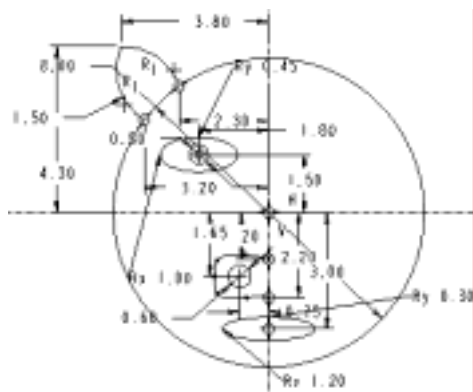

图 3-90 绘制椭圆
(12) 单击工具栏中的“椭圆”按钮, 绘制如图 3-90 所示的椭圆, 并按图中的尺寸进行标注。